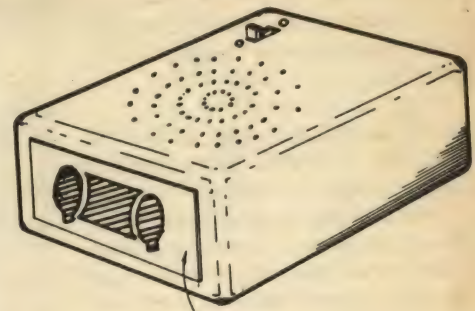

Fig. 6
- **FIG. 6 - A FINALIZAÇÃO DO CAFA...** - O desenho dá uma boa idéia de como o CAÇA-FANTASMAS deve ser "leiautado" em seu aspecto final... A placa "B", contendo os círculos sensores voltados "para fora", deve ser fixada com cola, externamente à face lateral menor da caixa que contém a fresta de passagem dos fios de interligação... É muito impotante que os três fiozinhos **não toquem** as bordas da fresta... Também não devem ser usados parafusos na fixação da placa "B"... O melhor mesmo é colá-la à caixa, com adesivo forte...